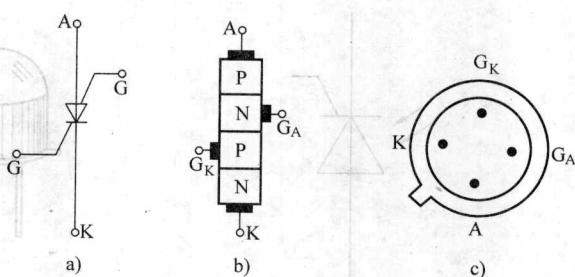

图 2-12 四极晶闸管的电路图形符号及内部结构
(6) 四极晶闸管：四极晶闸管也称硅控制开关管(SCS)，是一种由 PNPN 四层半导体材料构成的多功能半导体器件。图 2-12 所示为其电路图形符号和内部结构。